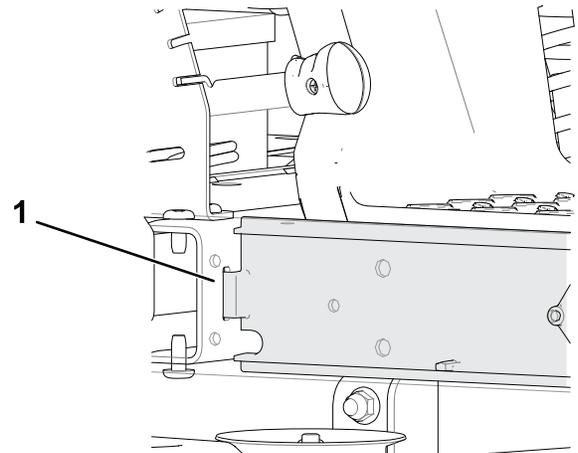

Figura 4
1. Introduzca la parte superior del protector debajo de la carcasa; incline el protector para que entre debajo del bastidor y encaje el protector en las muescas (Figura 4).